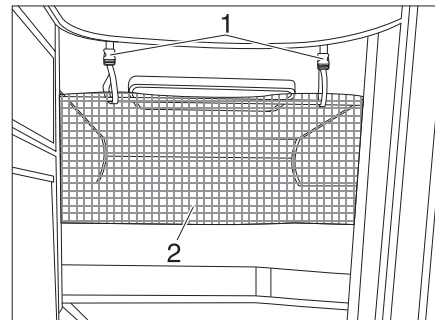

Bild 151 Skyddsnät
Skyddsnätet (Bild 151,2) är standard. Det ligger mellan madrassen och ribbotten. Skyddsnätet ska först monteras när personen som ska sova där befinner sig i sängen.
- Haka fast fästbanden (Bild 151,1) i hållarna i taket.
Skyddsnet Skydds nätet (Bild 151,2) ligger standardmässigt mellan madrassen och ribbotten. Skydds nätet ska först monteras när personen som ska sova där befinner sig i sängen.
Hänga upp: ■ Haka fast fästbanden (Bild 151,1) i hållarna i taket.